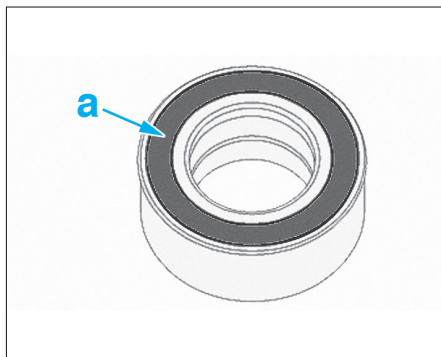

FIG. 39
- Préparer le roulement face "a" côté arbre de transmission (Fig.39).